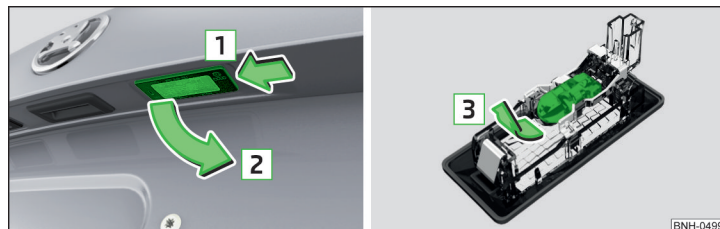

Fig. 186 Demontarea lămpii pentru numărul de înmatriculare / Înlocuirea becului
- Apăsați lampa în sensul săgeții **1** » fig. 186.